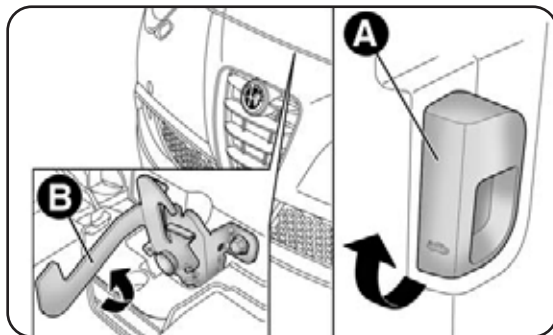

fig. 66
- tira la leva A-fig. 66 nel senso indicato dalla freccia;